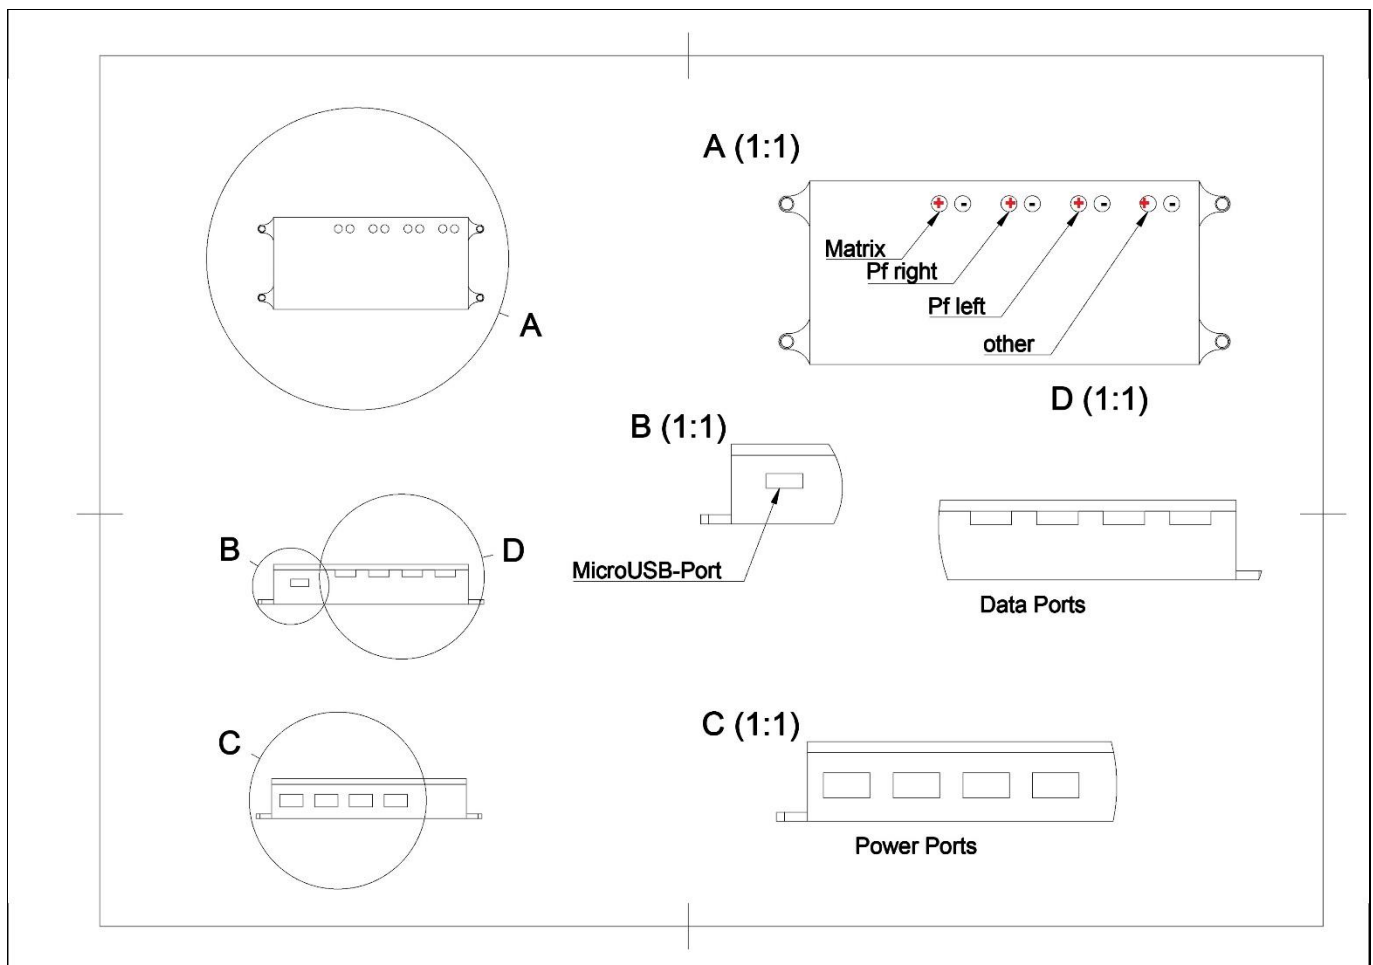

Abb. 1: Schematische Übersicht
- 4 Eingänge zur Stromversorgung (Abb. 1/ A,C)
- 4 Ausgänge zur Versorgung und Ansteuerung von jeweils bis zu 1.100 adressierbaren WS2812b LEDs (Abb. 1/ D)
- Micro-USB Anschluss zur Verbindung mit dem Computer (Abb. 1/ B)